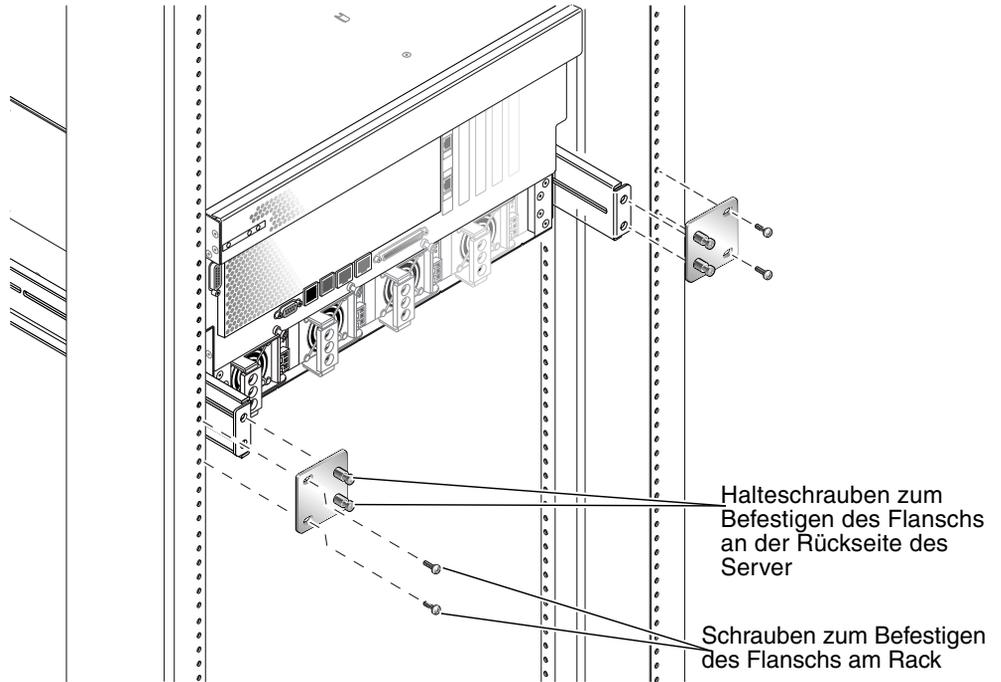

ABBILDUNG 3-22 Befestigen des hinteren Montageflanschs
11. Befestigen Sie die beiden hinteren Montageflansche mit den Halteschrauben an der Rückseite des Racks an den hinteren Stützwinkeln, die am Server angebracht sind (ABBILDUNG 3-22).
12. Befestigen Sie jeden hinteren Stützwinkel mit zwei Schrauben an der Rückseite des Racks (ABBILDUNG 3-22).